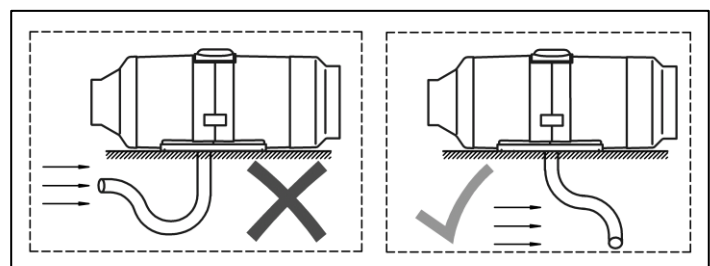

Fig. 5 - Position du tuyau d'admission d'air / d'échappement d'air
Lors de la pose du tuyau d'admission d'air, évitez les coudes serrés et n'obstruez pas l'ouverture du tuyau d'admission d'air avec des corps étrangers. Assurez-vous que son est dirigée vers le bas (voir Fig. 5). Si cela n'est pas possible, un trou de  $\varnothing 3$  mm doit être percé au point le plus bas du tuyau.
La sortie du tuyau d'échappement doit être installée **pointant vers le bas (Fig. 5)**, mais elle doit se trouver dans une position telle qu'elle empêche le colmatage ou l'entrée de neige et de saleté, et assure également la vidange de toute eau qui y pénètre.
**Ne pas placer l'ouverture de sortie du tuyau d'échappement devant le flux d'air entrant du véhicule ou du navire en mouvement (voir Fig. 5).**